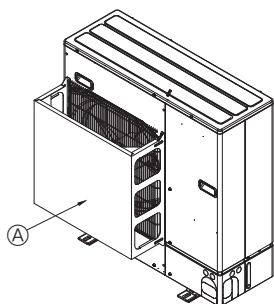

Fig. 2-5
- ② Montera en luftskyddsledare om enheten är installerad på en plats där starka vindar från en tyfon eller liknande kan komma in direkt i luftutblåset. (Fig. 2-5)